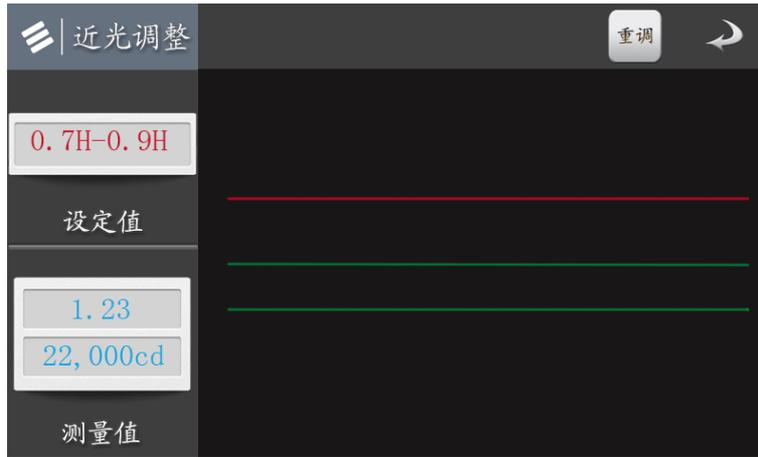

图 4.4 近光调整界面
(3)、近光调整。近光调整界面如图 4.4 所示：设定灯高输入完成后，点击“确定”键进入近光调整界面。屏幕中两条绿色线为设定值的上下限。屏幕左侧为当前测量值的灯高比与当前光强，打开车灯为近光灯，红色线为当前车灯位置，通过调整车灯角度，使红色线移动到两条绿色线之间，此时测量值到达设定值的范围内，近光调整结束。如需修改近光调整的设定值，点击屏幕右上方的“重调”按键，返回到参数输入界面进行上一步操作；如需返回，点击“返回”键，退出近光调整界面回到主界面。